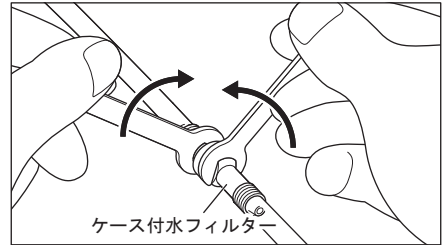

図 22
- 2) スパナ (5x8) 2本をケース付水フィルターに掛け、矢印の方向に回します。(図 22)